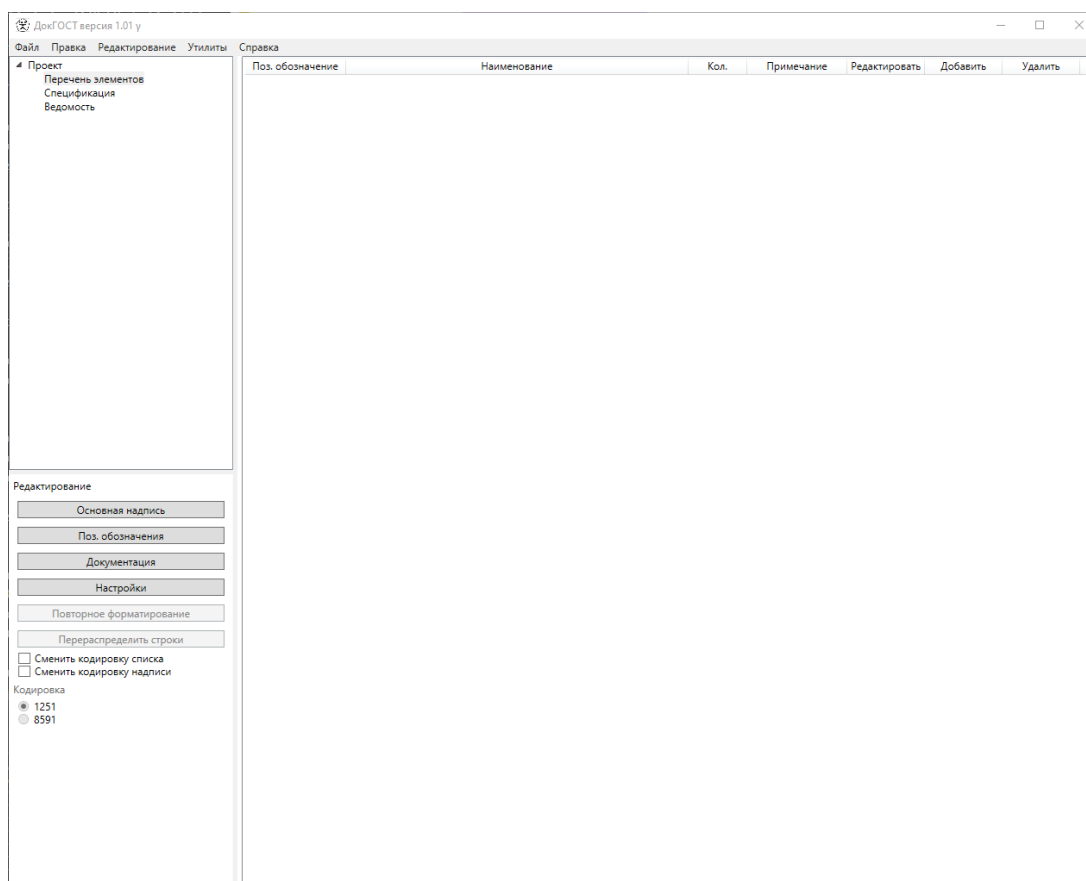

Рисунок 16
2) Запустите DocGOST.exe необходимой разрядности и создайте новый проект (Файл → Создать проект) (рисунок 16).